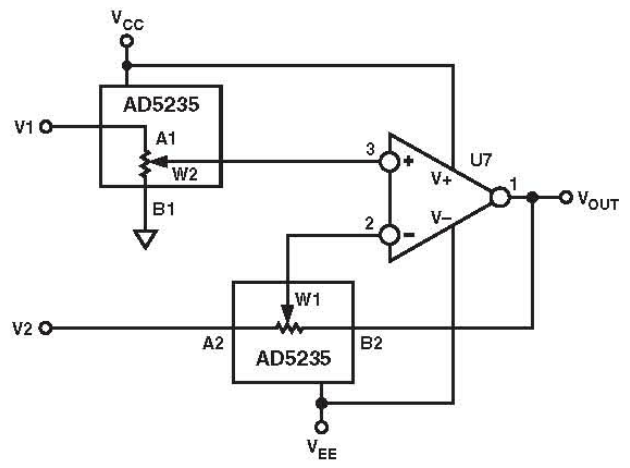

図 7.
- d. 高精度が不要な回路向けの代案として、デジタル・ポテンシオメータを図 7 のように使うことができます。AD5235 (不揮発性メモリと 2 個の 1024 ポジション・デジタル・ポテンシオメータを内蔵) と AD8628 を組み合わせて使い、ゲイン=15 のディファレンス・アンプを構成します。ポテンシオメータを使うことによりプログラミング機能を実現できるため、ゲイン設定と 1 ステップごとの調整が可能になります。この回路のもう 1 つの利点は、2 本の抵抗(AD5235)の温度係数が 50 ppm であるため、抵抗比の一致が容易になることです。回路で必要とされる精度と偏差に応じて、他のデジタル・ポテンシオメータを選択することもできます。